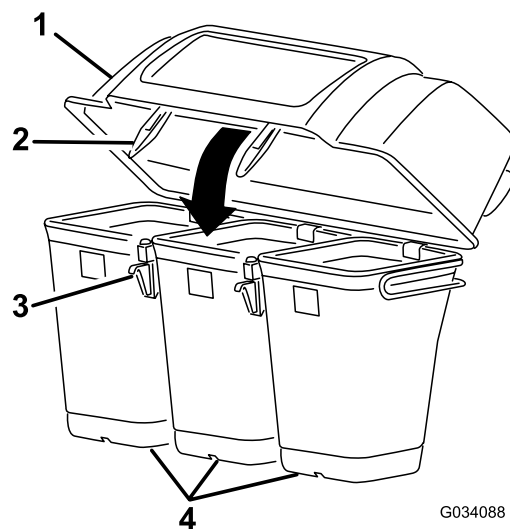

Figure 6
7. Abaissez le capot du système de ramassage sur les bacs (Figure 6).